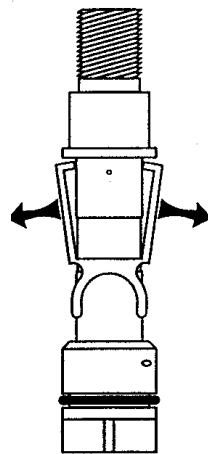

Рис. 7
- Установите стержень (7) в вертикальное положение шестигранным окончанием вниз. Поверните стержень так, чтобы выбитая на стенке стержня точка смотрела в вашу сторону. Далее отогните плечи рычага на 2-3 мм и установите рычаг (8) в углубление стержня (7) ориентируясь по рис. 7.
- Установите уплотнительное кольцо (4) в канавку седла (5) клапана.
- Установите тарелку (13) клапана в углубление на торце пластикового поршня (14).
- Установите пружину (15) на стержень пластикового поршня с противоположной от тарелки стороны.